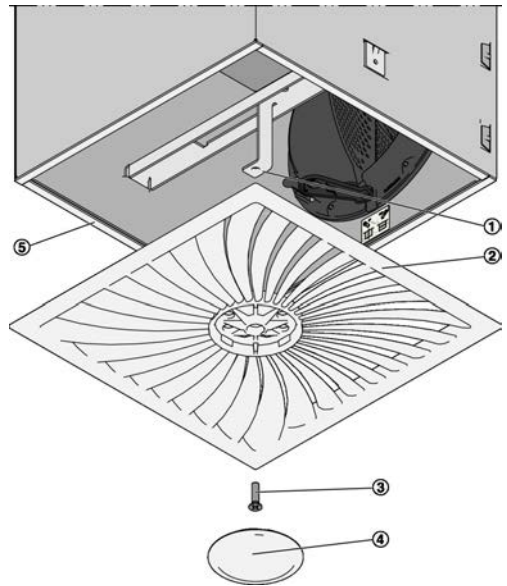

Abb. 9: Frontdurchlass anbringen
1. ▶ Die Dichtung (Abb. 9/5) auf die Umkantung des Anschlusskastens kleben.
2. ▶ Frontdurchlass (Abb. 9/2) mit Mittelschraubenbefestigung (Abb. 9/3) an der Traverse (Abb. 9/1) befestigen und die Zierkappe (Abb. 9/4) aufstecken.